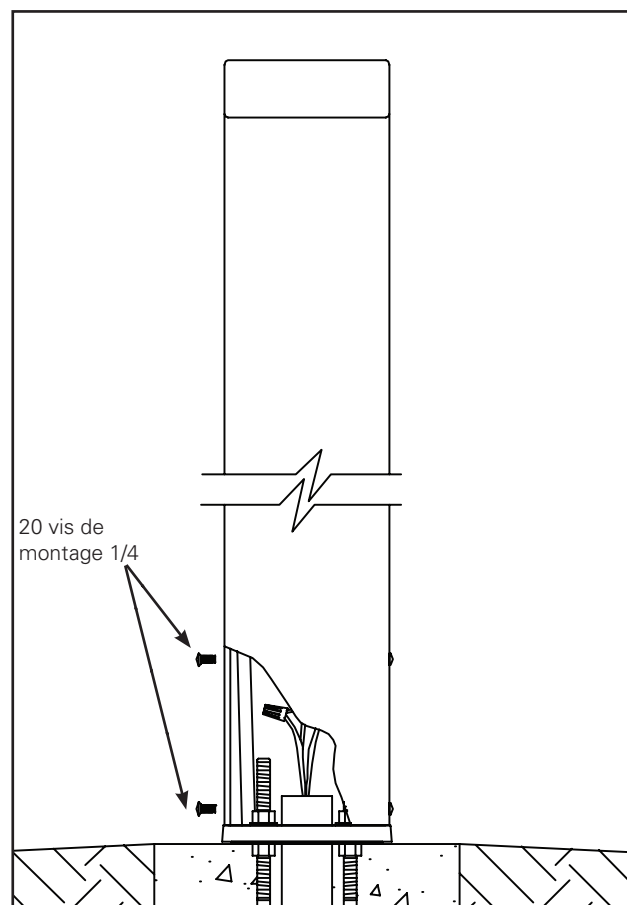

Figure 6.
4. Remplacer l'ensemble de logements sur la base. Faire en sorte de ne pas pincer les fils. Serrez les quatre vis de fixation avec une clé Allen 5/32 (fourni par d'autres). Vérifier l'appareil est d'aplomb et lire ajuster la base si nécessaire. (Figure 6.)